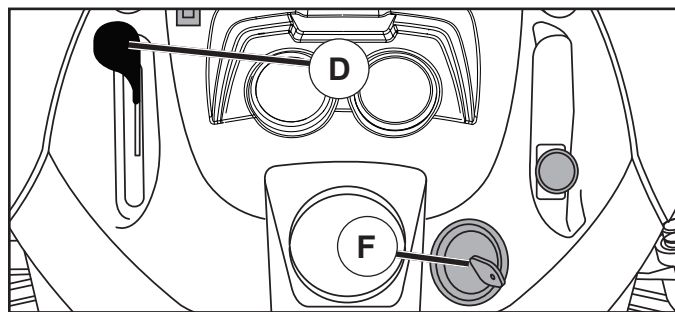

Fig. 8
- Mueva el control de aceleración (D) a la posición lenta.
- Gire la llave de ignición (F) a la posición de apagado "STOP" y remueva la llave al abandonar el tractor para evitar el uso no autorizado.
### PARA USAR EL CONTROL DE LA ACELERACIÓN (D) (Vea Fig. 8)